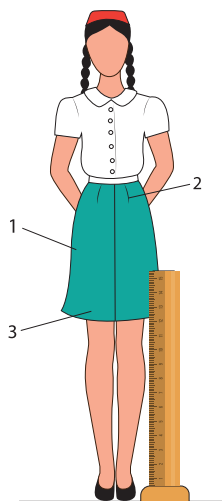

Рисунок 27. Подготовка юбки к примерке.
2. Надеть юбку, приколоть ее к корсажу, совмещая боковые швы, линии середины деталей с условными линиями на фигуре (рис. 27).